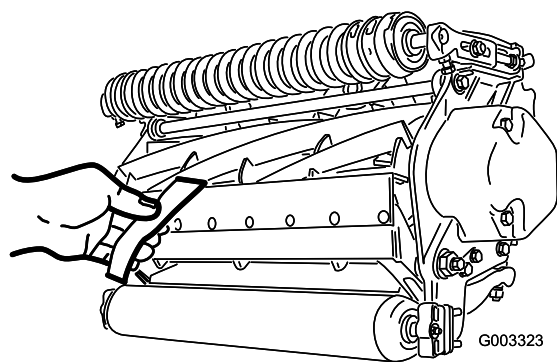

图 10
2. 在滚刀与底刀间插入一长条剪切性能纸 Toro 零件号 125-5610 纸要与底刀垂直检测剪切性能图 10。缓慢向前旋转滚刀滚刀应剪切检测纸。